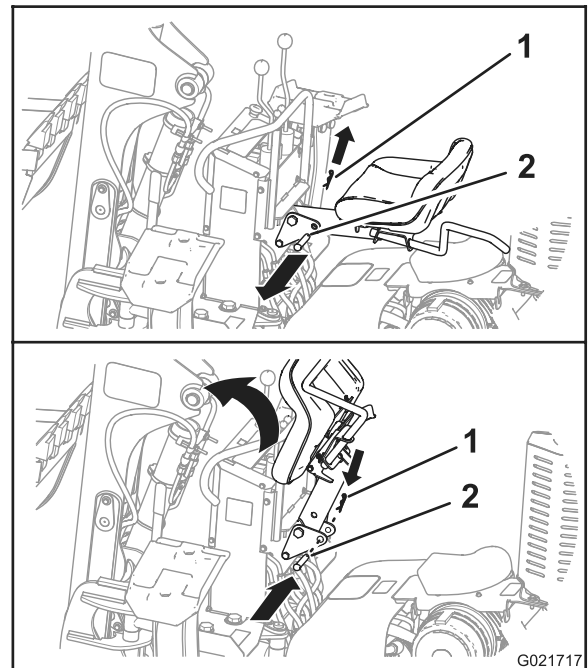

Bild 38
- A. Nehmen Sie die Splint aus dem Arretierbolzen für den Sitz (Bild 38).
- B. Nehmen Sie den Sitzarretierbolzen aus dem Rahmen des Baggers und der Sitzstrebe (Bild 38).
- C. Drehen Sie die Sitzstrebe nach oben und stecken Sie den Sitzarretierbolzen durch die Löcher im Rahmen des Baggers, damit der Sitz oben gehalten wird, und Sie Platz für das Entfernen der Motorhaube haben (Bild 38).
- A. Entfernen Sie den Sitzarretierbolzen und senken Sie die Sitzstrebe in die Betriebsstellung ab (Bild 38).
- B. Stecken Sie den Sitzarretierbolzen durch die Löcher im Rahmen des Baggers und der Sitzstrebe (Bild 38).
- C. Stecken Sie die Splint in das Loch im Arretierbolzen für den Sitz (Bild 38).